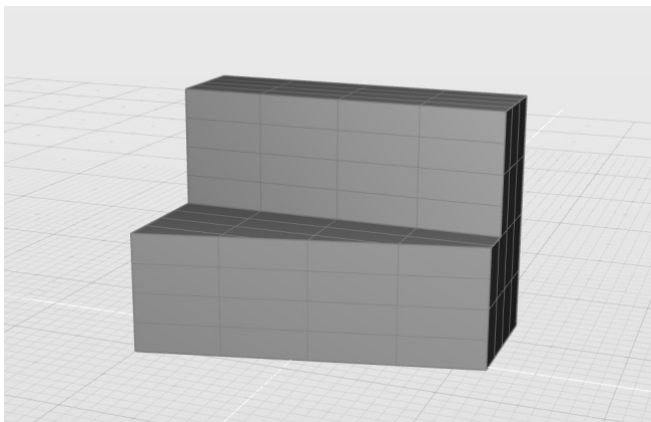

图 4-170 打开练习文件
1) 打开素材文件夹“练习（4.4.9_5）”中的 Evolve 文件，该文件中包含一个实体对象，如图 4-170 所示。